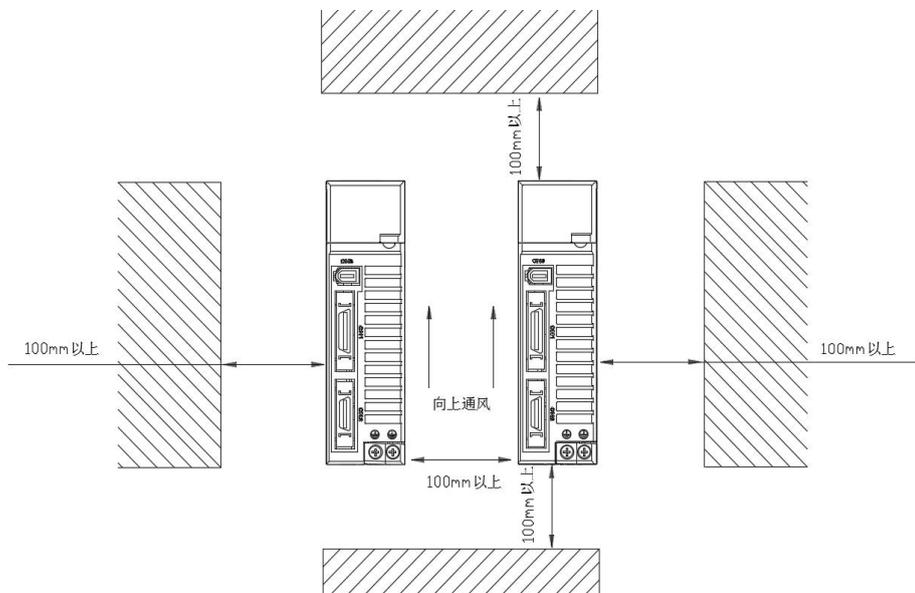

图1.4 安装方位
- 一、注意安装方向（见图 1.4）。
- 二、注意安装间距（见图 1.4）。